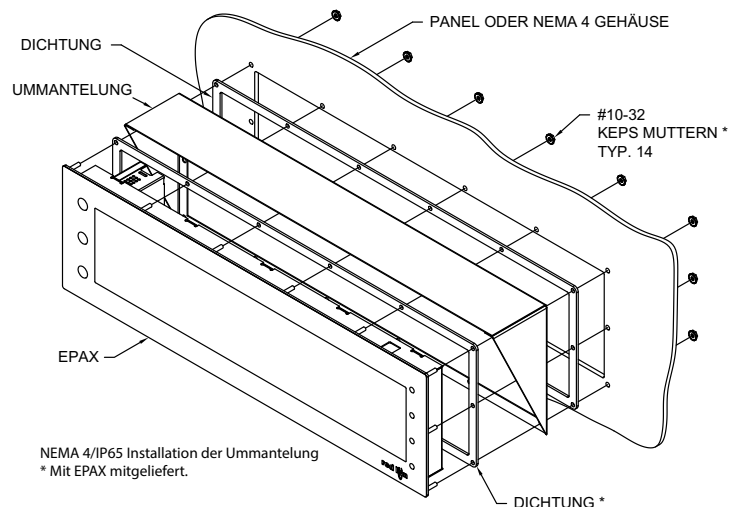

Abbildung 6
2. Richten Sie die Ummantlung wie in Abbildung 6 gezeigt aus und positionieren Sie sie über dem Display. Die Stifte sollten jetzt aus der Hinterseite der Ummantlung herausragen.